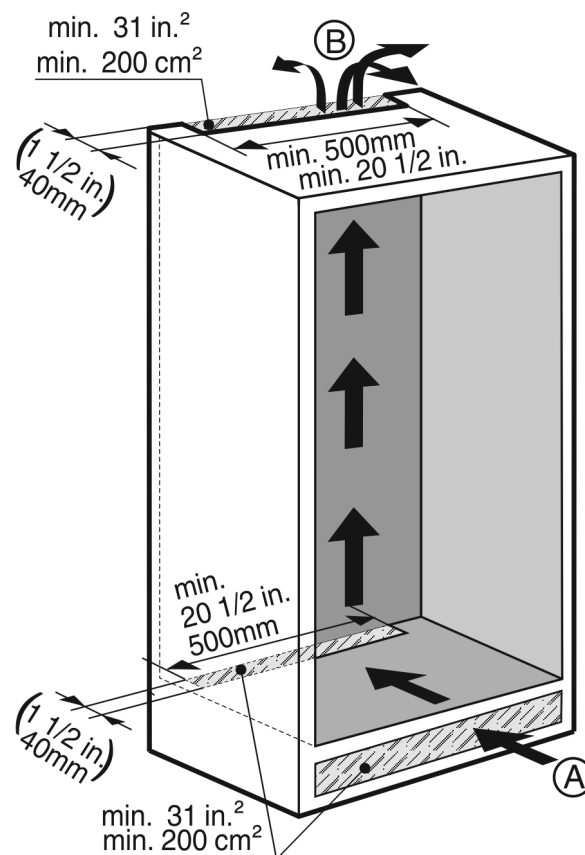

Fig. 5
- Debe haber disponible una sección de ventilación adecuada de al menos 31 in² (200 cm²) por cada aparato en la toma de aire Fig. 5 (A) y la toma de aire Fig. 5 (B).